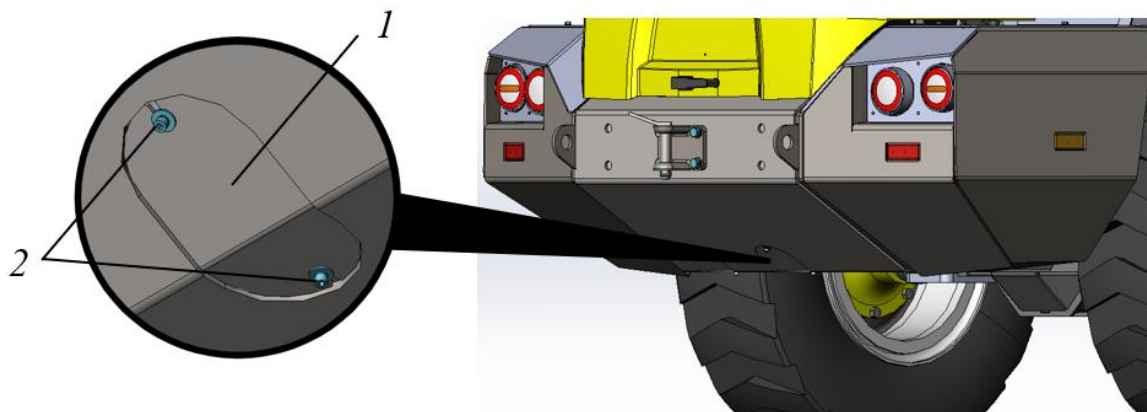

Рисунок 5.43. Сервисный лючок для слива гидравлического масла с бака
- ▶ Снять правый лючок 1 в задней части машины, см. рис. 5.43.